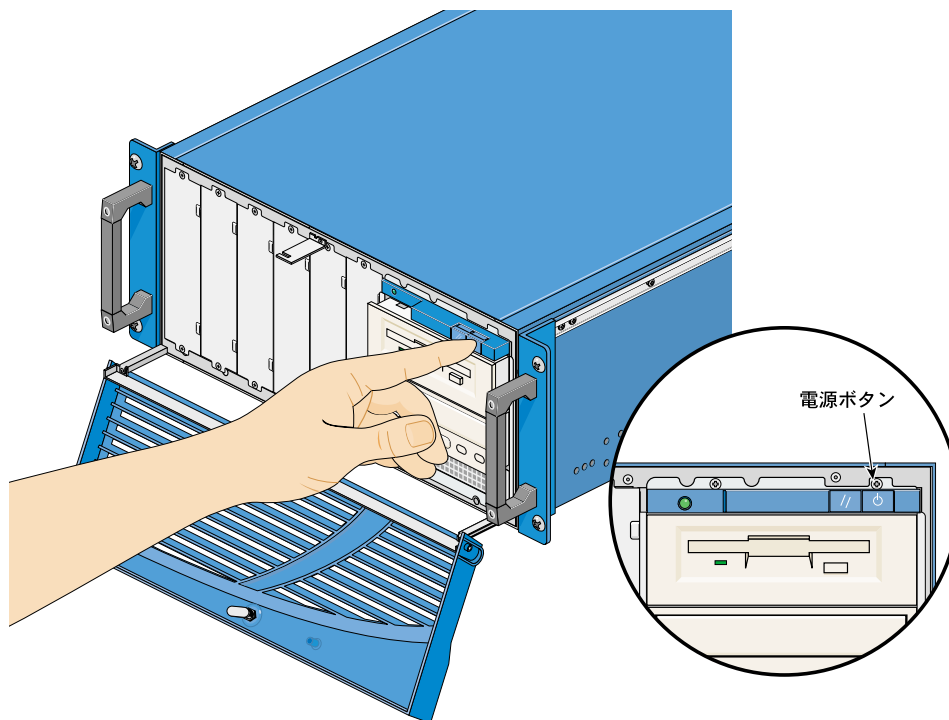

図 4-2 ノードの電源を切る
3. フロッピーディスクドライブの上の右端にあるボタンを押してノードの電源を切ります (図4-2を参照)。